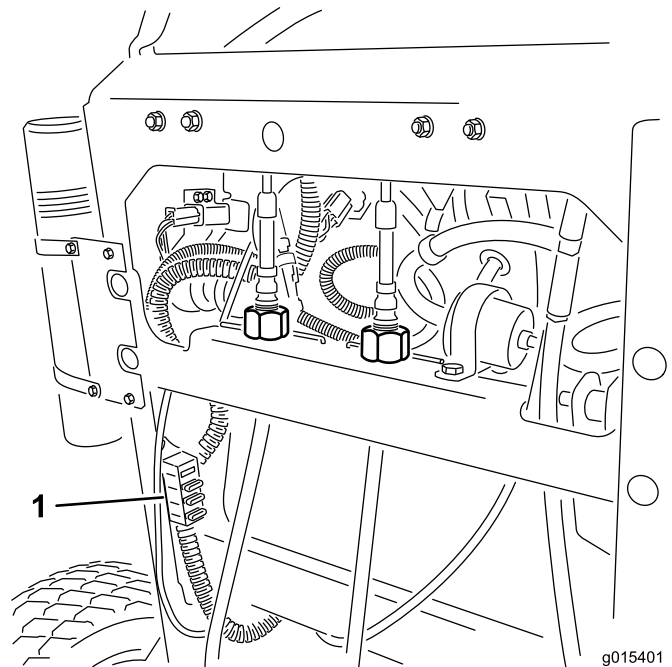

Figura 54
2. Tire hacia fuera del fusible para retirarlo o cambiarlo (Figura 54).
Nota: Asegúrese de instalar un fusible del tamaño correcto (Figura 54).